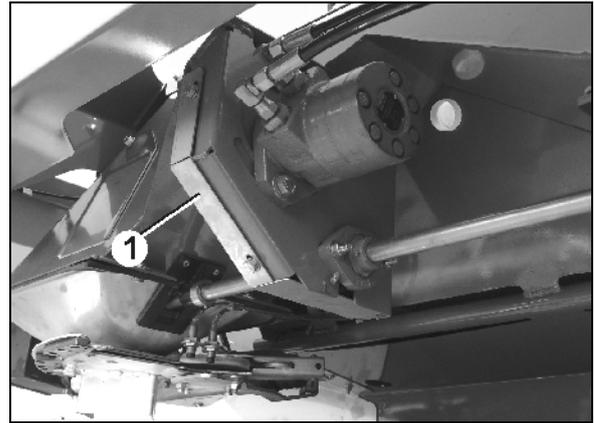

Fig. 82
1. Desmontar la tapa protectora (Fig. 82/1) de la cadena de accionamiento.